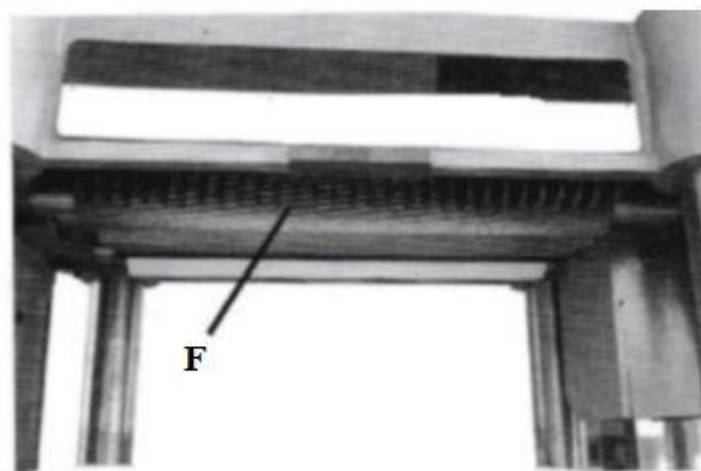

Рис. 24 Штифты для защиты от обратной отдачи
Штифты (F), Рис. 24, предусмотрены на строгальном станке для предотвращения обратной отдачи.